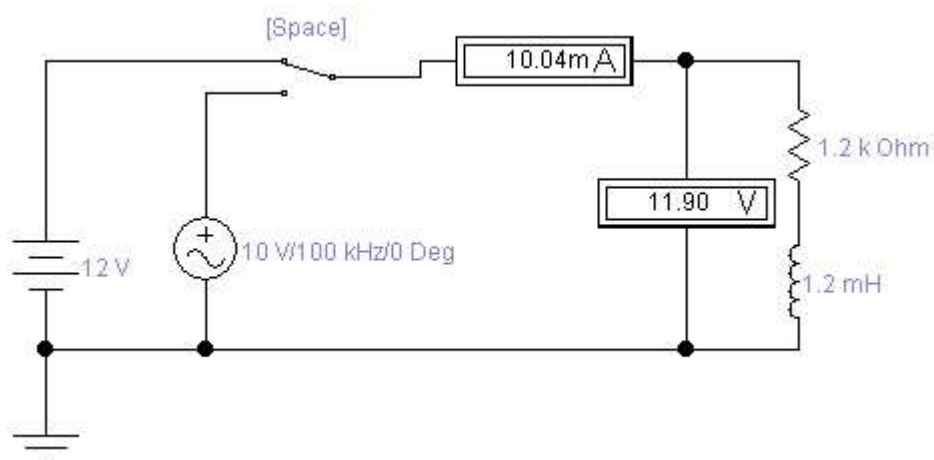

Рисунок 1 – Схема метода амперметра – вольтметра для определения индуктивности при первом положении ключа
1. Собрать схему рис. 1а: $E_{on} = 12 \text{ В}$, $R_A = 10 \text{ Ом}$, $R_V = 100 \text{ кОм}$. Подключить ко входу схемы источник опорного постоянного напряжения $E_{on} = 12 \text{ В}$. Записать показания вольтметра и амперметра и рассчитать значения $R_x = U/I$.
3. Рассчитать значение неизвестной индуктивности L_x по формуле (2):
5. Собрать схему рис. 1б. $E_{on} = 12 \text{ В}$, $R_A = 10 \text{ Ом}$, $R_V = 100 \text{ кОм}$.